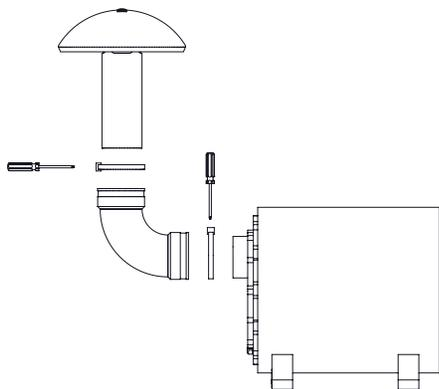

図14
1. 図14で示されているように、subwooferのエンクロージャーにフード付きのひじ管とポートを取り付けます。